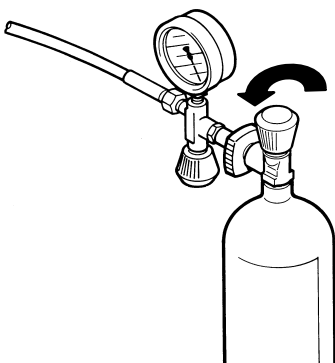

Fig. 9 Ansluta tryckluftsbhållare
- Anslut tom flaska. Se Fig. 9.